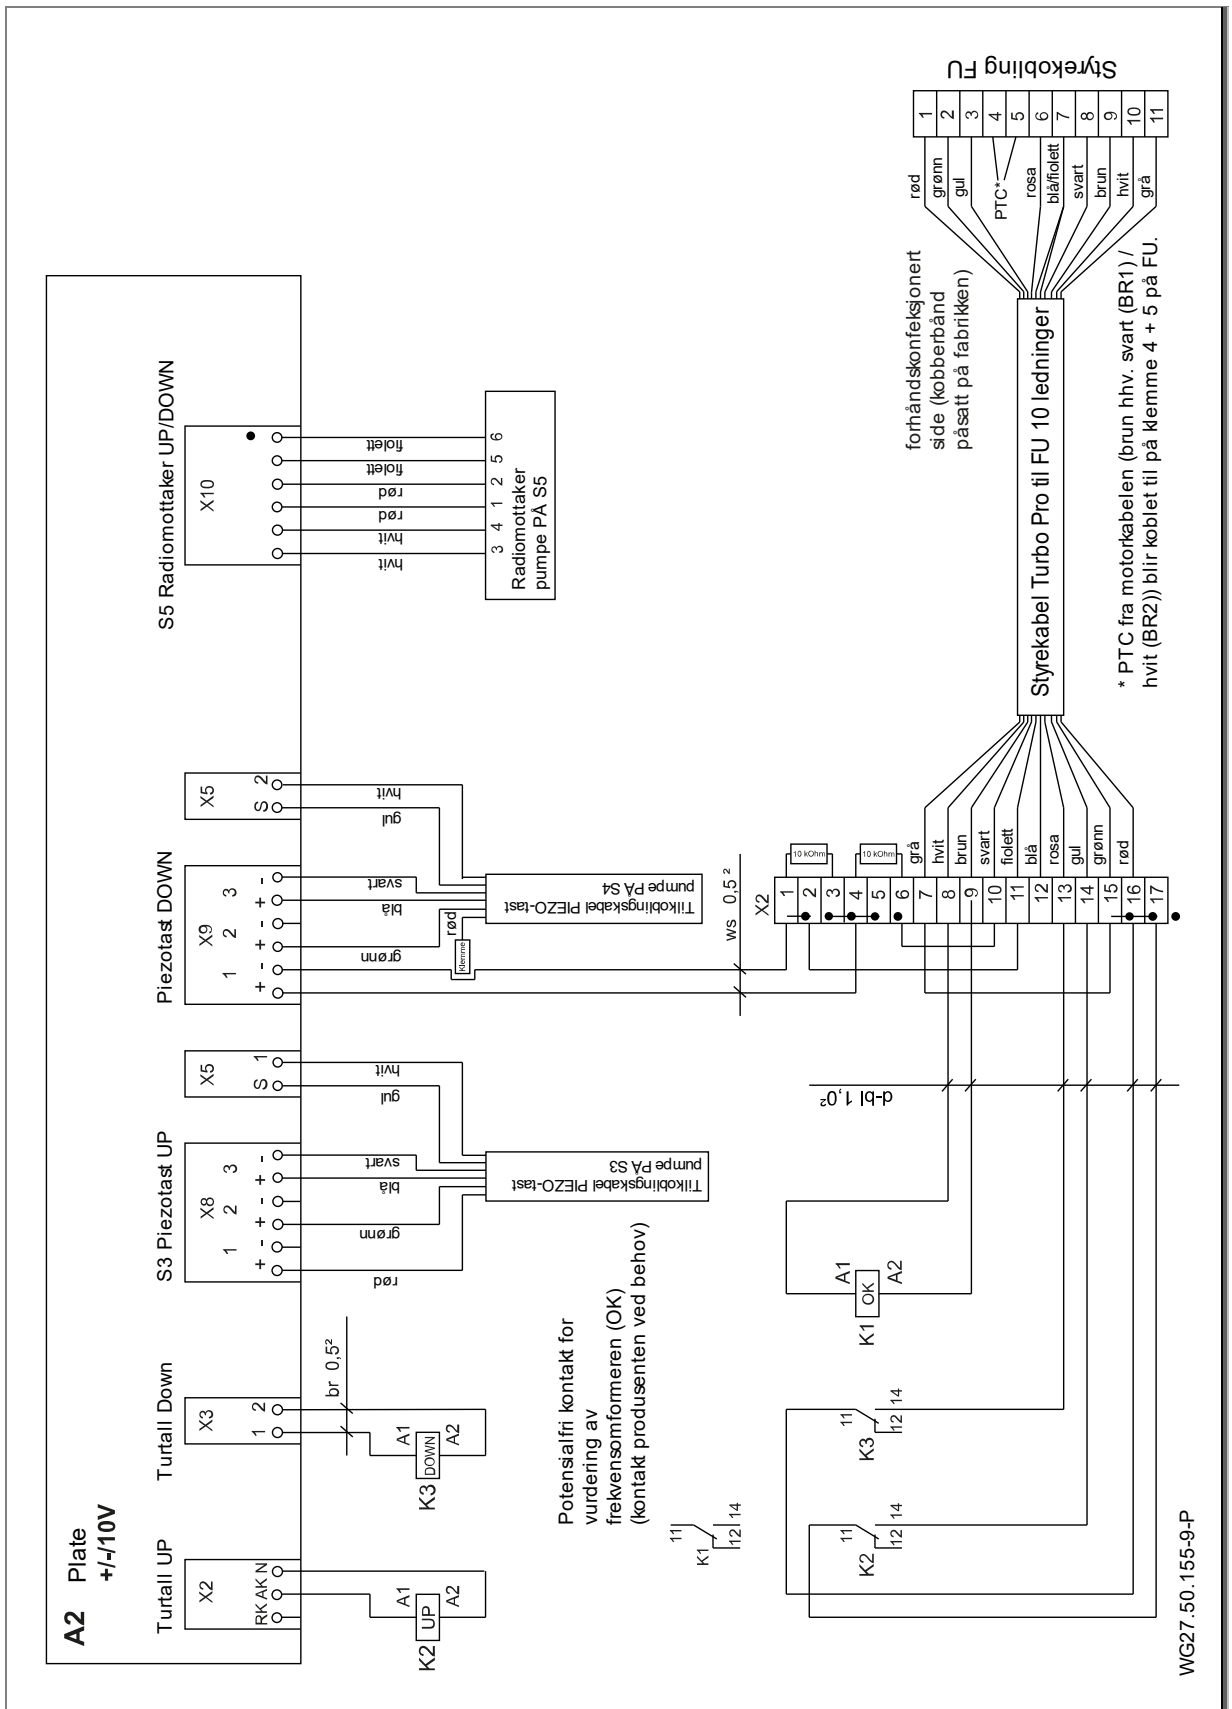

Fig. 19
14. Ledningene for PTC (brun hhv. svart (BR1) / hvit (BR2)) skal kables etter koblingsplanen. Se "Fig. 19" side 25.